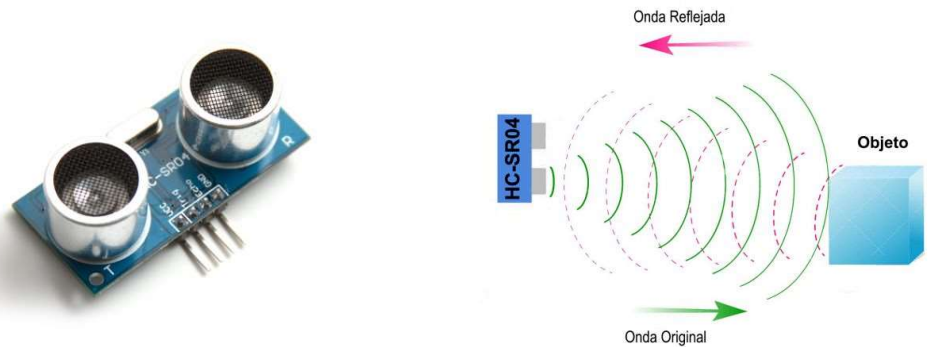

Figura 6
Cada módulo HC-SR04 (Figura 6) incluye un transmisor ultrasónico (T), un receptor (R) y un circuito de control. Este sensor envía ondas sonoras desde el transmisor, que rebotan en los objetos y regresan al receptor. Si se coloca enfrente de un objeto, se puede determinar lo lejos que está este último, por el tiempo que tardan las ondas sonoras en volver al sensor. El módulo HC-SR04 permite medir (sin contacto) distancias de 2 cm a 4 m, con una precisión de 3 mm.